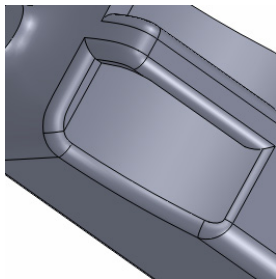

图 16-34 创建圆角特征
(10) 单击【确定】按钮, 即可创建圆角特征, 如图 16-34 所示。